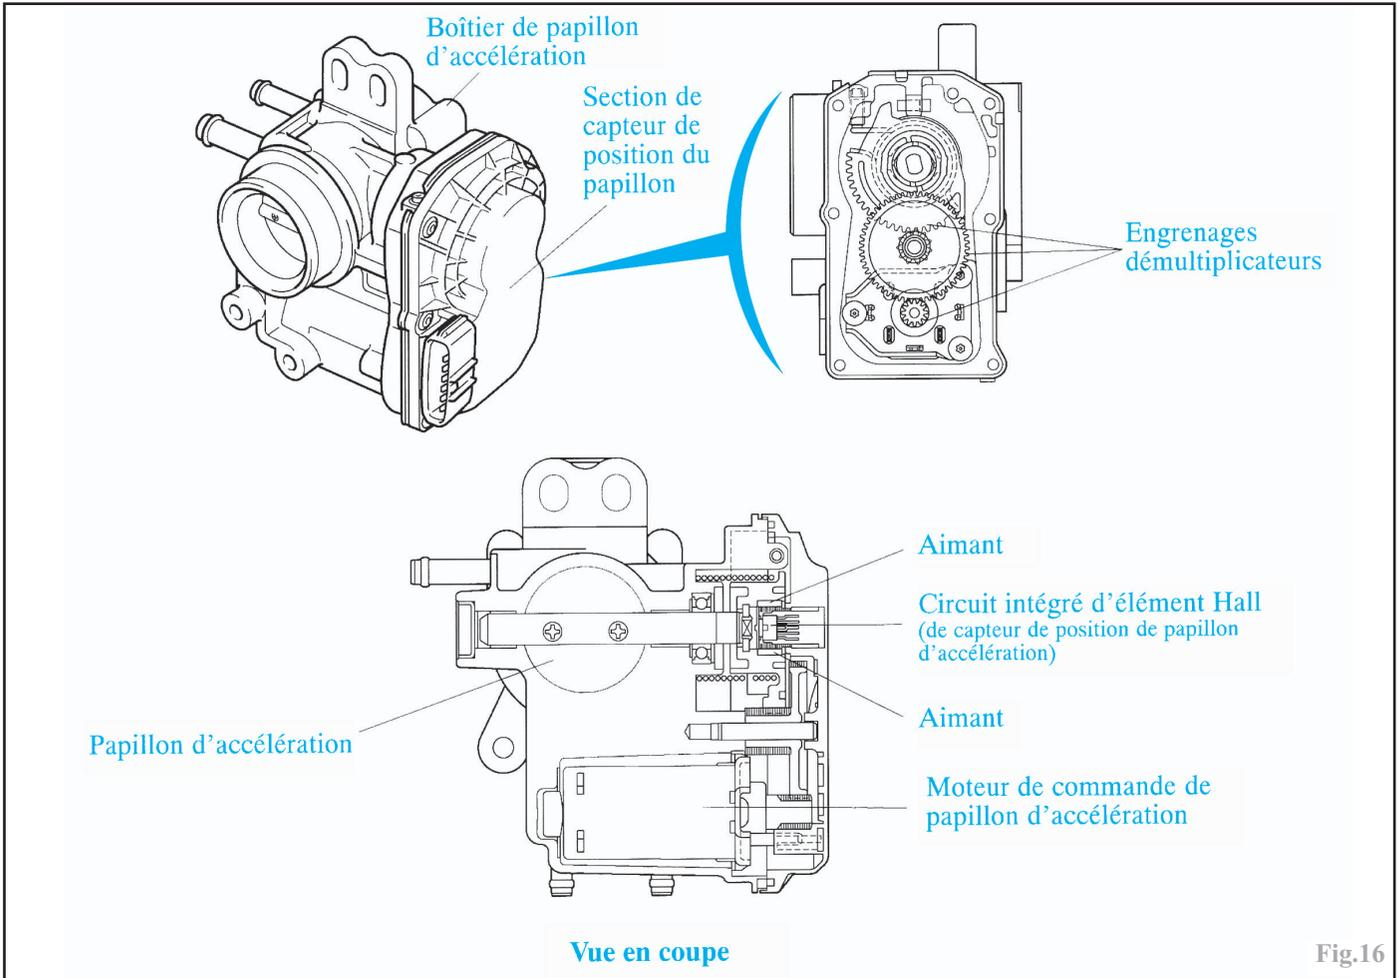

Fig.16
-Le système **ETCS-i** se sert du calculateur moteur pour gérer l'ouverture du papillon d'accélération en fonction des conditions de déplacement du véhicule et se sert du moteur de commande de papillon d'accélération pour ajuster l'ouverture (Fig.16).